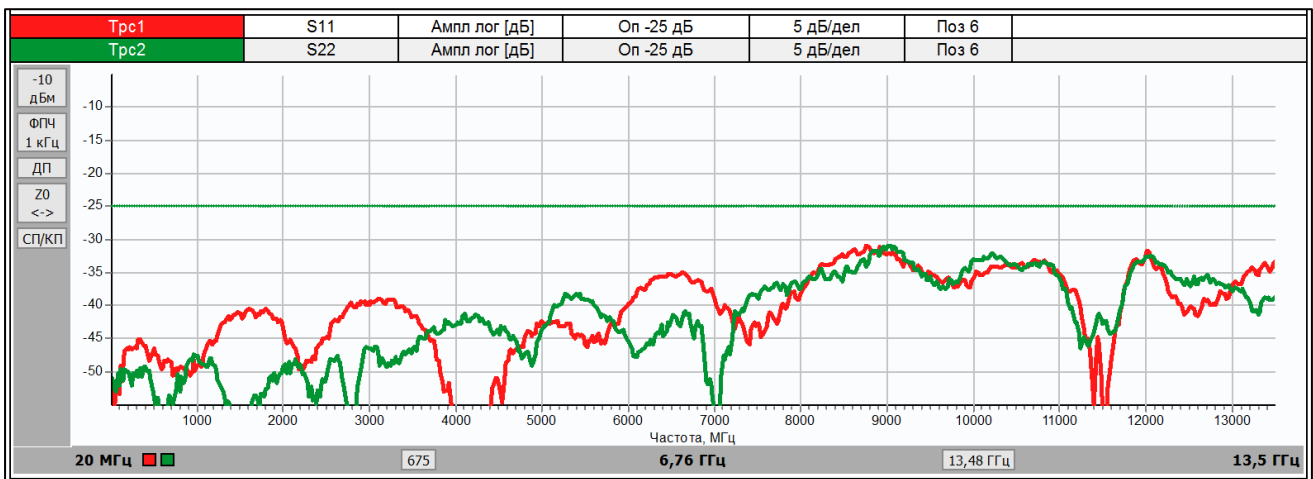

Рис. 12. АЧХ при $Z'_{ref_1} = Z'_{ref_2} = 25$ Ом и смещения плоскостей калибровки первого и второго портов для измерения Beatty-стандарта.
15. Выполнив аналогичное преобразование для второго измерительного порта ВАЦ, получаем искомый коэффициент отражения от 25-омной линии в середине Beatty-стандарта (Рис. 12).